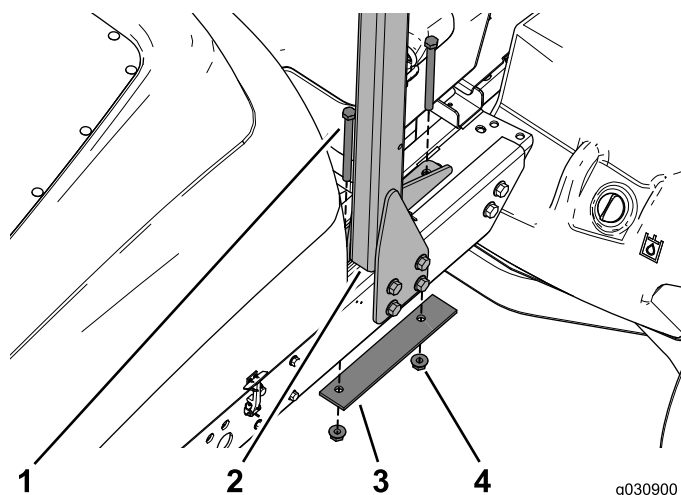

Рисунок 5
6. Расположите пластину жгута проводки и отделение аккумулятора так, чтобы можно было снять два болта, усиливающую пластину и фланцевые гайки, которые крепят конструкцию ROPS к верхней части рамы (Рисунок 5).